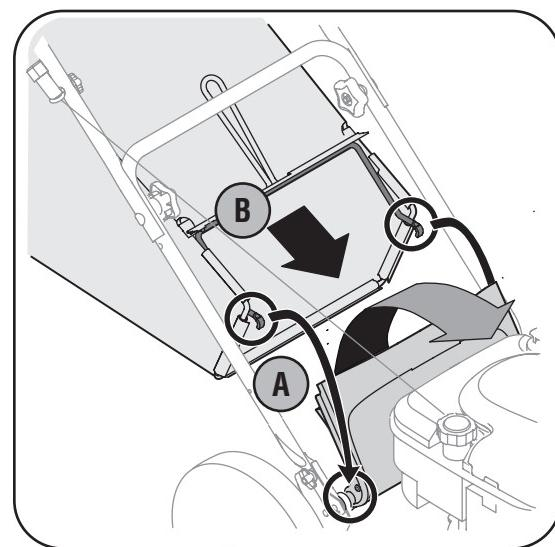

Figura 3-6
- b. Coloque el colector de césped en la varilla de pivot. Suelte la puerta de descarga de modo que descance sobre el colector de césped. Vea la Figura 3-6.